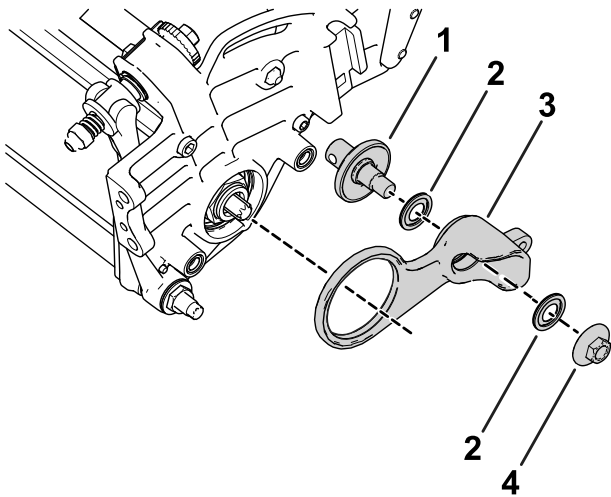

Figura 10
1. Monte las piezas sueltas en el conjunto de la polea tensora, tal y como se muestra en la Figura 10.